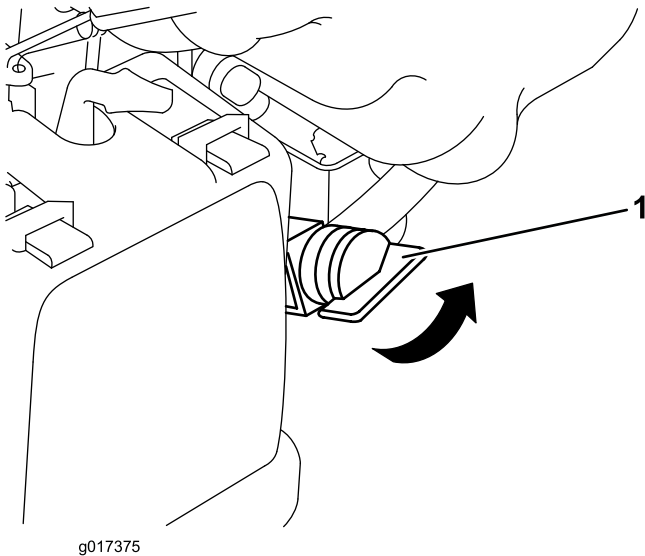

Figure 12
2. Tournez le robinet de carburant en position ouverte (Figure 12).